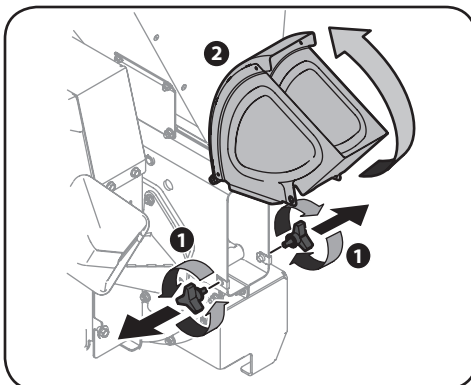

Figura 5-1
2. Si está instalada, retire la bolsa de desechos. Saque las dos perillas a mariposa de ambos lados del deflector del canal y gire el mismo hacia arriba. Vea la Figura 5-1.